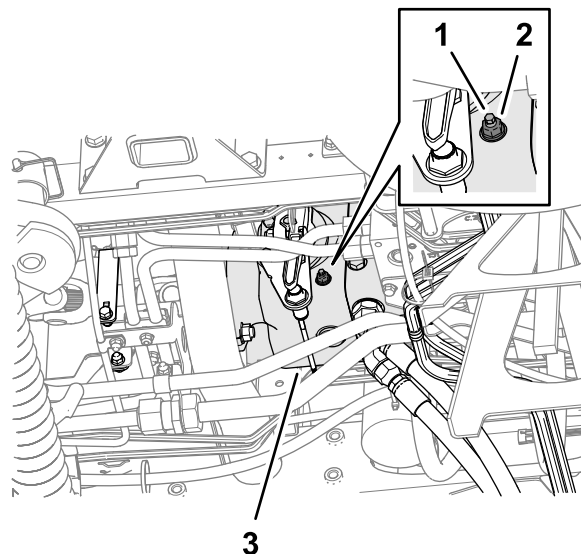

Figura 100
3. Desde la parte inferior de la máquina y en el lado derecho de la bomba de tracción, afloje la contratuerca que sujeta el tornillo de ajuste de retorno a punto muerto (Figura 100).